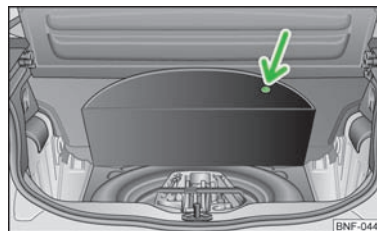

Fig. 107
Levante o revestimento do piso pela saliência (seta) » Fig. 107.
- Retire as **ferramentas de bordo** e a **roda sobressalente** da bagageira » Fig. 107. ■